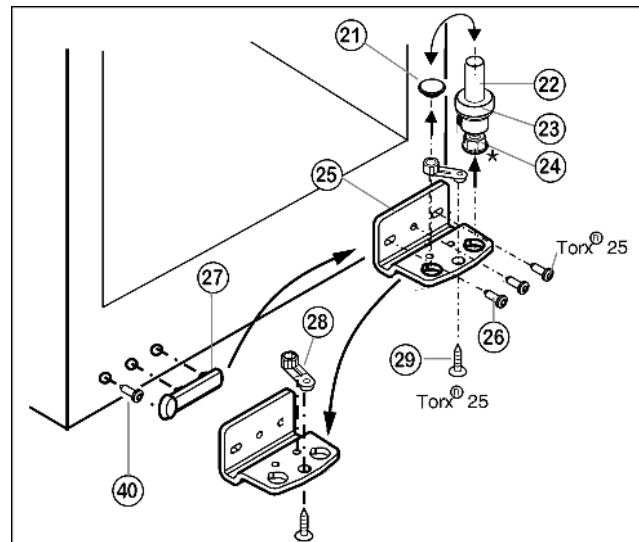

Fig. 5
- Извлеките опорный винт Fig. 5 (22) в комплекте с шайбой Fig. 5 (23) и регулируемой опорой* Fig. 5 (24), вытягивая его вверх.
- Снимите пробку Fig. 5 (21).
- Открутите Fig. 5 (26) опорный кронштейн Fig. 5 (25).
- Открутите Fig. 5 (29) опорную деталь Fig. 5 (28) и, переставив в отверстие на противоположной стороне опорного кронштейна, снова прикрутите.
- Осторожно снимите и переставьте на противоположную сторону крышку со стороны ручки Fig. 5 (27) и винт Fig. 5 (40).
- Снова прикрутите опорный кронштейн Fig. 5 (25) на новой стороне шарнира (с моментом 4 Нм). При необходимости используйте аккумуляторный шуруповёрт.
- Переставьте пробку Fig. 5 (21) в свободное отверстие.
- Вновь установите опорный винт Fig. 5 (22) в комплекте с шайбой и регулируемой опорой*. При этом фиксатор должен быть направлен назад.
- ▶ Извлеките пробку (33) из опорной втулки дверцы и переставьте.
- ▶ Снимите и переставьте на противоположную сторону дверную ручку (32), пробку (33) и прижимные пластины* (34).
- ▶ Установите дверцу сверху на нижний опорный палец Fig. 5 (22).
- ▶ Установите верхний опорный кронштейн (12) на новой стороне шарнира и защелкните в дверце.
- ▶ Прикрутите верхний опорный кронштейн (12) (с моментом 4 Нм) (2 шт. Torx® 25) (13). При необходимости проделайте отверстия или используйте аккумуляторную отвертку.
- ▶ Защёлкните крышку (10) и крышку (11) на противоположной стороне.
- ▶ При необходимости выровняйте дверцы через два продольных паза в нижнем опорном кронштейне Fig. 5 (25) параллельно корпусу устройства. Для этого выкрутите средний винт.